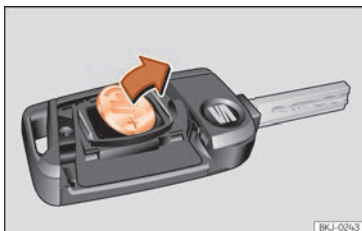

Abb. 134 Fahrzeugschlüssel: Batterie herausnehmen.
- Batterie mit einem geeigneten dünnen Gegenstand aus dem Batteriefach heraushebeln »» **Abb. 134**.
- Neue Batterie wie gezeigt ansetzen »» **Abb. 134** und entgegen der Pfeilrichtung in das Batteriefach drücken »» ❷.